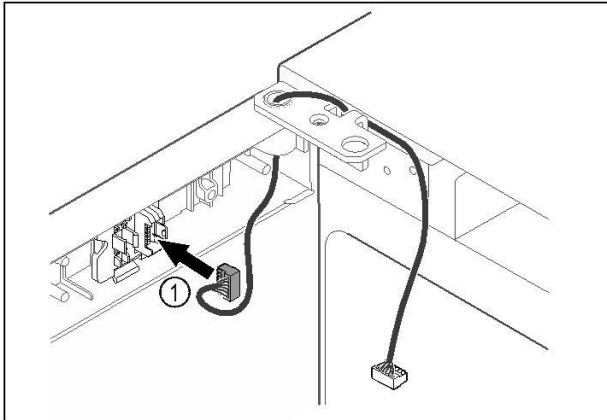

Fig. 43
- || Stekker Fig. 43 (1) in steckerhouder steken.